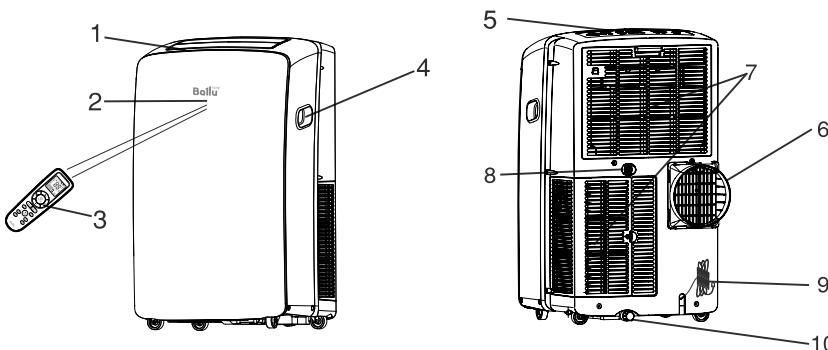

Рис. 1
Модели BPHS-09H, BPHS-12H (рис. 1)
* В режиме осушения при высоком уровне влажности, конденсат (вода) может скапливаться внутри прибора. Для того, чтобы периодически не удалять конденсат через отверстие (п.8 рис. 1) можно подсоединить шланг (в комплект не входит) для постоянного отвода конденсата (п.10 рис. 1). Через шланг конденсат (вода) будет постоянно сливаться в дренаж.